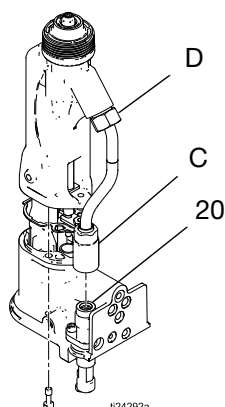

ABB. 15. Inline-Materialfilter reinigen
6. Das untere Materialschlauchfitting (P) und den Materialfilter (20) abnehmen. Siehe ABB. 15. Den Filter in verträglichem Lösungsmittel reinigen.